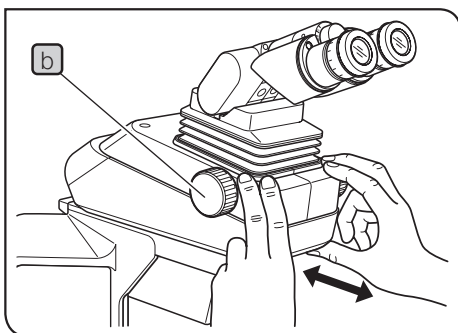

Fig. 38
- Quando ajustar o posicionamento da frente para trás do tubo de observação, segure a base do tubo de observação como é indicado na fig. 38.